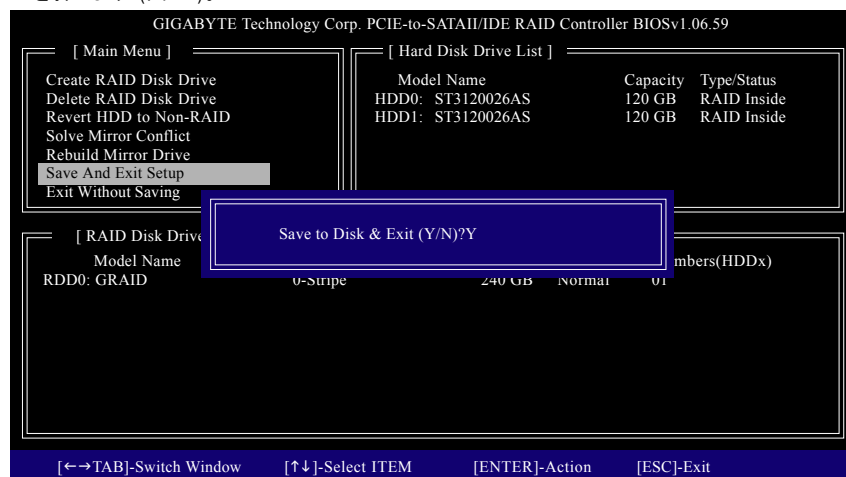

図 10
7. セットアップを保存して終了 : RAID アレイを設定した後、メインスクリーンで **Save And Exit Setup** アイテムを選択し設定を保存してから RAID BIOS ユーティリティを終了し、<Y>を押します (図 10)。